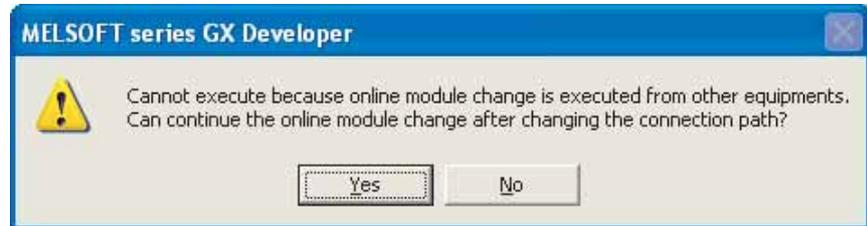

图 12.31 信息画面
1. 新控制系统连接后，点击在线模块画面的 [Execution] 按钮，可能出现如图 12.31 所示的信息。此时，如选择 [Yes]，将继续进行在线模块更换的操作。